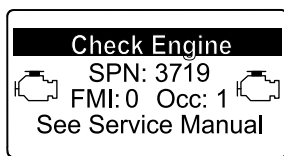

Bild 58
- Motorwarnung SPN 3719, FMI 0 (Bild 58)